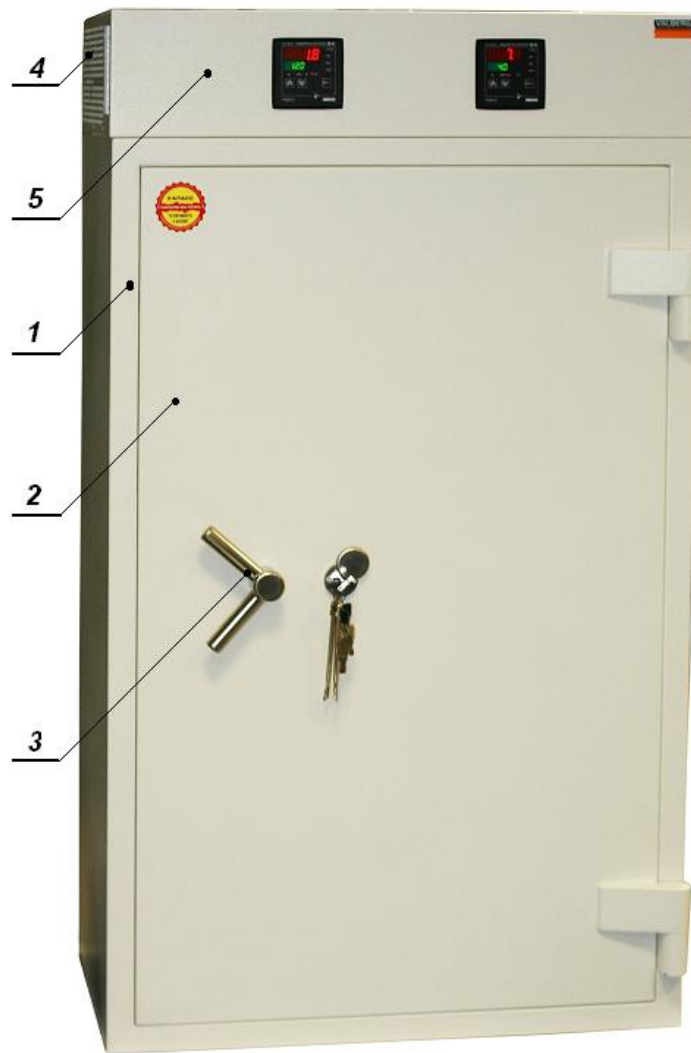

Рис.1. Общий вид изделия
4.1 Изделие (рис.1), изготовленное на базе сейфа (1) с устойчивостью к взлому III или IV класса, соответствует ГОСТ 51110-97, ГОСТ 51113-97, ГОСТ Р50862-2005 и ГОСТ16317-87 снабжено дверью (2) с приводной ручкой (3) ригельного замка, блока электроники (4) и блока управления (5).